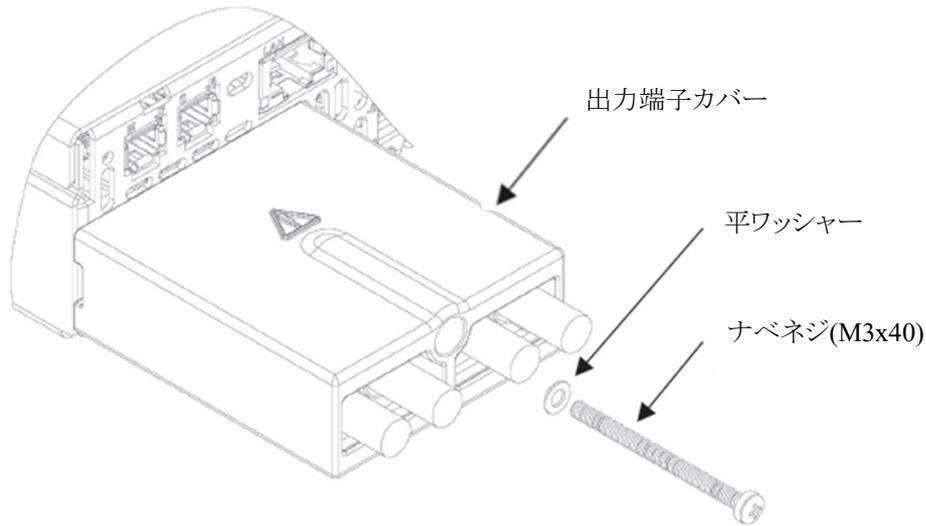

図4-21 出力端子カバーの取付(GH1kW/1.5kW)
3. 図4-21に示すように出力端子カバーを電源に固定します。